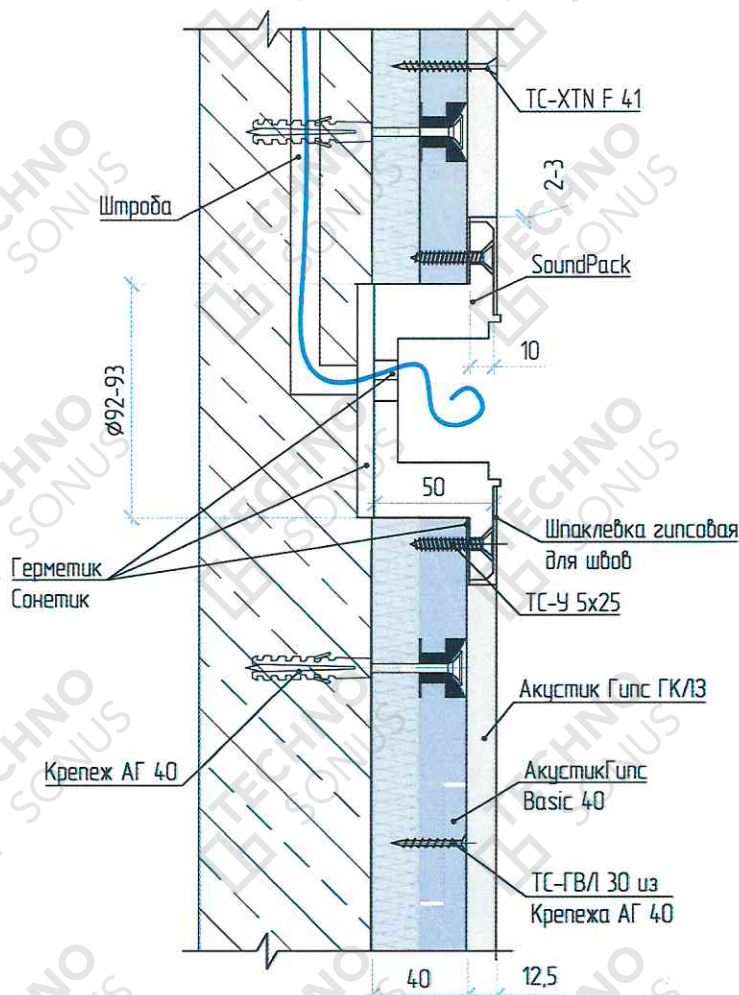

Рисунок 12 – Устройство звукоизоляции розеток в каркасной облицовке «Слим А».
6.7. Звукоизоляционные подрозетники SoundPack устанавливаются в конструкцию бескаркасной звукоизоляции стены «Слим А» с соблюдением следующей последовательности (рисунок 12):